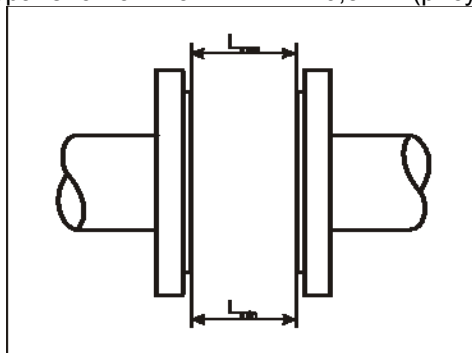

Рисунок 5 — Определение отклонения фланцев трубопровода от параллельности
2.2.2.3 Монтаж датчиков расхода бесфланцевой конструкции следует производить с помощью шпилек. Фланцы трубопроводов должны быть соосны и плоскопараллельны друг другу (рисунок 5), что достигается применением при сварке специального габаритного имитатора датчика расхода.
2.2.2.6 Наибольшее допускаемое отклонение ответных фланцев на трубопроводе от параллельности должно определяться из неравенства  $L_{max} - L_{min} < 0,5 \text{ мм}$  (рисунок 5).